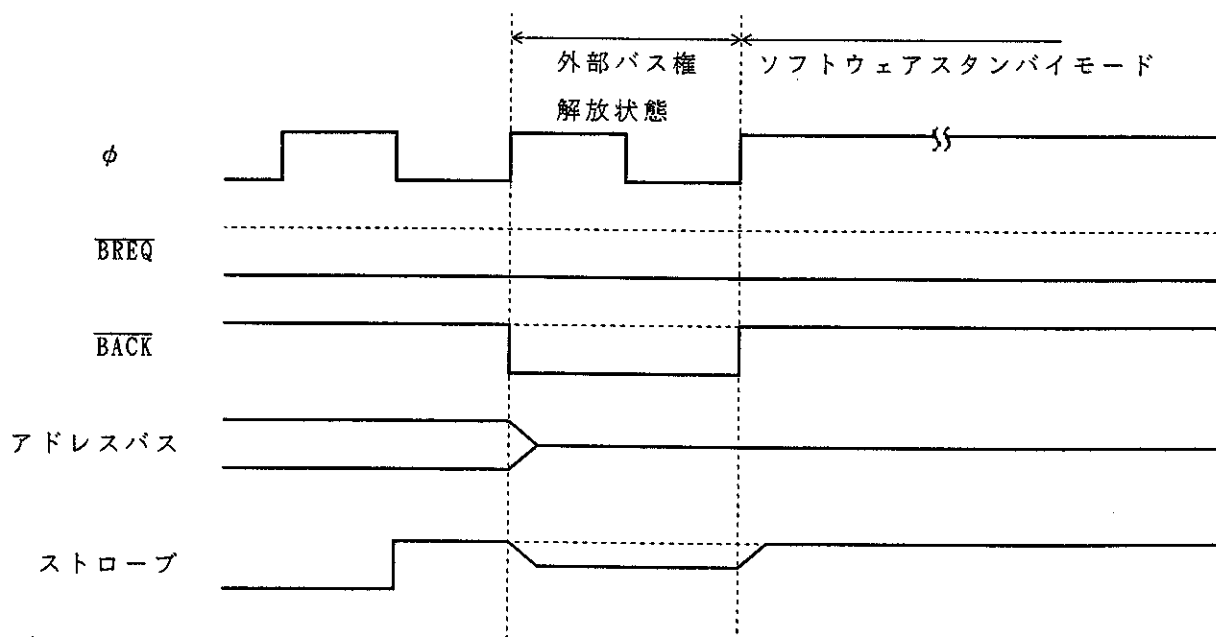

図 7.25 バス解放状態とソフトウェアスタンバイモードの競合
(4) バスサイクルがウェイトステートの挿入により長く続く場合も、外部バス権解放状態と同様に、最初の要求が保持されます。
(5) ソフトウェアスタンバイモードへ遷移するとき、外部バスマスタからのバス権要求が競合すると、ソフトウェアスタンバイモードへの遷移の直前に1ステートバス解放状態が発生することがあります(図7.25参照)。